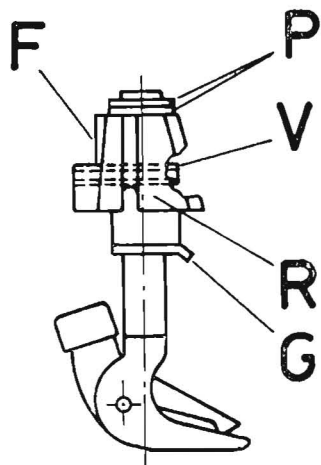

Bild 55
Das Wechseln des Knoterschnabels geschieht durch Lösen der Stiftverbindung (V) zum Knoterritzel (R) (Bild 55).